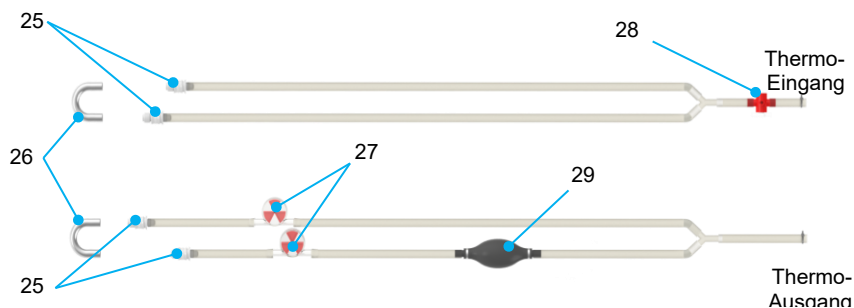

Abbildung 7 Thermoschlauch
Die Thermoeinheit hält die Temperatur der zirkulierenden Perfusionslösung mithilfe von Peltier-Elementen konstant. Je nach der eingestellten Temperatur kühlen oder heizen diese Elemente den internen Wasserkreislauf mithilfe thermoelektrischer Effekte. Zur Übertragung der Temperatur des internen Wasserkreislaufs auf die Perfusionslösung ist die Thermoeinheit über Silikonschläuche an die Wärmetauscheranschlüsse beider Oxygenatoren angeschlossen (Abbildung 7 und Abbildung 14). Der Ausgang der Thermoeinheit ist mit dem „Wassereingang“ des Wärmetauschers verbunden und der Eingang der Thermoeinheit ist mit dem „Wasserausgang“ des Wärmetauschers verbunden.
- Bringen Sie den Thermoschlauch (Abbildung 7) mit dem Verbindungsstück für das Wasserschlauchsystem (Ziffer 26) so tief wie möglich an. Achten Sie darauf, dass sich beim Befüllen und Entlüften (Abschnitt 2.3.1) der Ein- und der Ausgang der Thermoeinheit (Abbildung 7, Ziffer 21 und 22) an der höchsten Stelle befinden, so dass sich Luftblasen zur Thermoeinheit hin bewegen.
- Drücken Sie den Entlüftungsballon (Abbildung 7, Ziffer 29) wiederholt zusammen, um so viel Luft wie möglich aus dem Thermoschlauch auf der HA-Seite zu drücken.